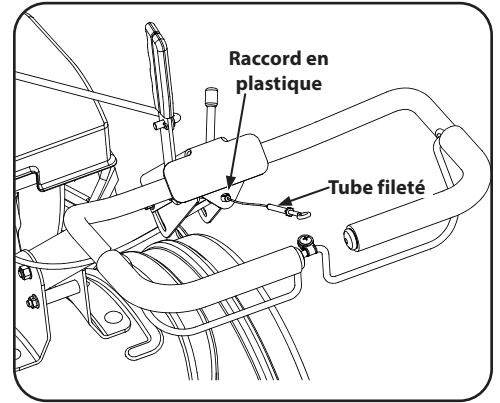

Figure 2-7
3. Insérez le câble dans le trou au centre de la poignée, puis faites enclencher le raccord en plastique dans le support. Voir Figure 2-7.